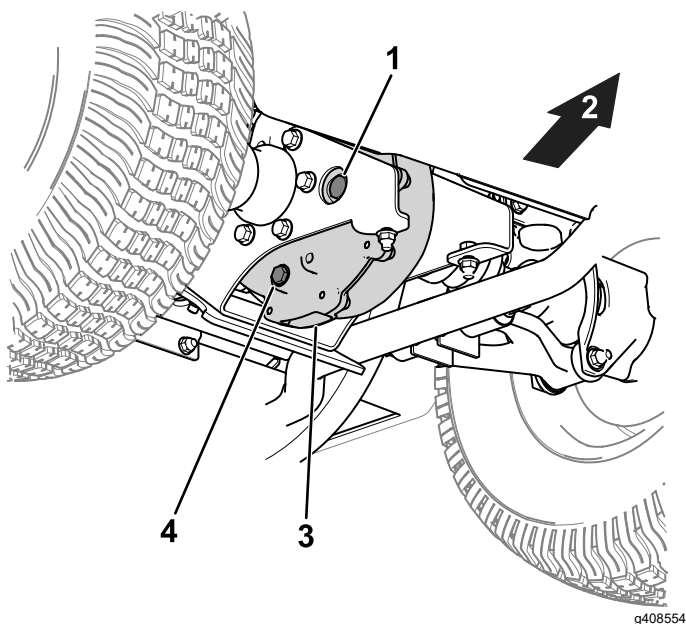

図 43
1. トランスアクスルについている補給プラグを外す図 43。
2. オイルの量が少ない場合は、補給プラグを取り、穴からあふれ出てくるまで所定のオイルを補給する図 43。
1. ドレンプラグの下にオイルを受ける容器をおく図 43。
2. 補給プラグを抜く図 43。
3. ドレンプラグ 図 43 を外して内部のオイルを全部排出する。